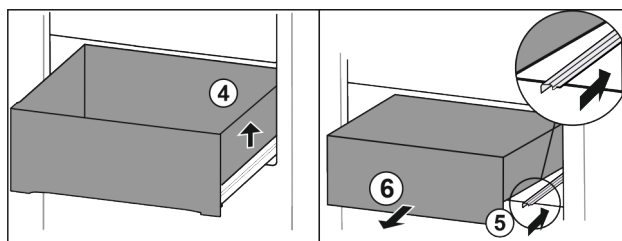

Fig. 91
- ▶ 抬起抽屉右侧。 Fig. 91 (4)
- ▶ 推入右侧轨道。 Fig. 91 (5)
- ▶ 朝前取出抽屉。 Fig. 91 (6)